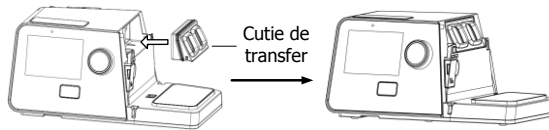

Fig. 19-3
(3) **Montarea cutiei de transfer:** așa cum se arată în Fig. 19-3.